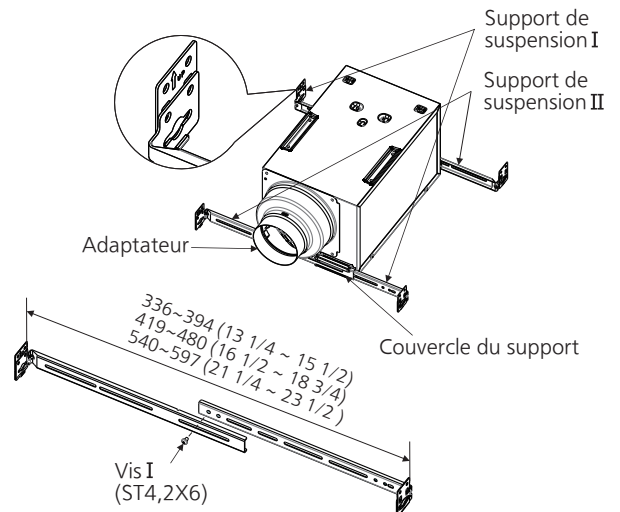

Fig. 1
1. Insérez les supports de suspension dans le boîtier du ventilateur de chaque côté du couvercle du support. (Voir Fig. 1)
- Fixez les supports de suspension I et II avec des vis I (ST4,2X6), mais souvenez-vous de ne pas serrer les vis tout de suite. (Sauf lorsque l'espace est de 305 mm (12 po) entre les solives.) (Voir Fig. 1)